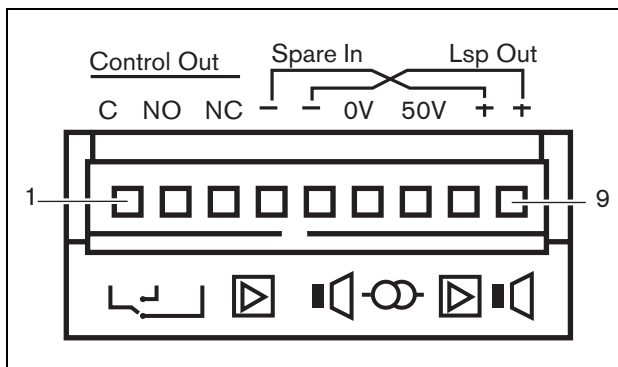

abbildung 9.4: Verstärkerkanalanschluss
Ein Verstärkerkanal (siehe abbildung 9.4) ist eine Gruppe von Ausgangssignalen, die vom selben Verstärker der Endstufe verarbeitet wurden. Die Anzahl der Verstärkerkanäle hängt vom Endstufentyp ab (siehe tabelle 9.3).
Jeder Verstärkerkanal besitzt einen Steuerausgang. Die Steuerausgänge können verwendet werden, um Signale zur Auslösung von Aktionen an Geräte Dritter zu senden. Jeder Steuerausgang besitzt drei Pins (siehe abbildung 9.4). Der Common Pin (C) des Steuerausgangs muss immer angeschlossen werden. Ob der andere angeschlossene Pin normalerweise geschlossen (Ruhekontakt) oder normalerweise geöffnet (Arbeitskontakt) ist, hängt davon ab, welche Aktion ausgeführt werden soll, wenn der Steuerausgang aktiv ist (siehe tabelle 9.5).